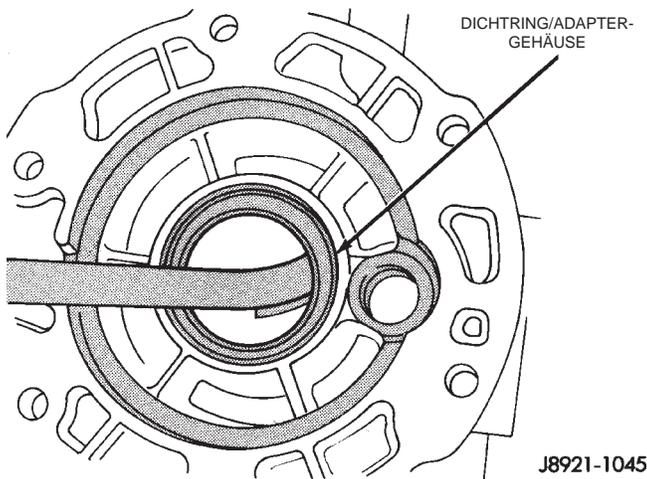

Abb. 15 Dichtring des Adaptergehäuses ausbauen
- (1) Das Fahrzeug anheben und sicher abstützen.
- (2) Das Verteilergetriebe ausbauen.
- (3) Mit einem geeigneten Hebel oder einer Schraube mit Gleithammer den Dichtring des Adaptergehäuses ausbauen (Abb. 15).